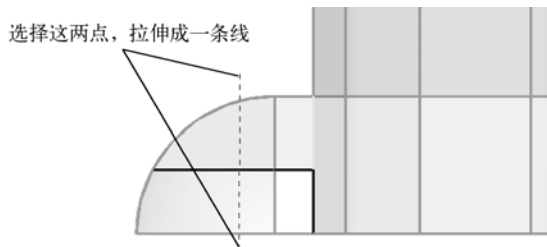

图 3-26 分割实体 1
- (6) 执行 with cut line 命令，按图 3-26 所示分割实体。